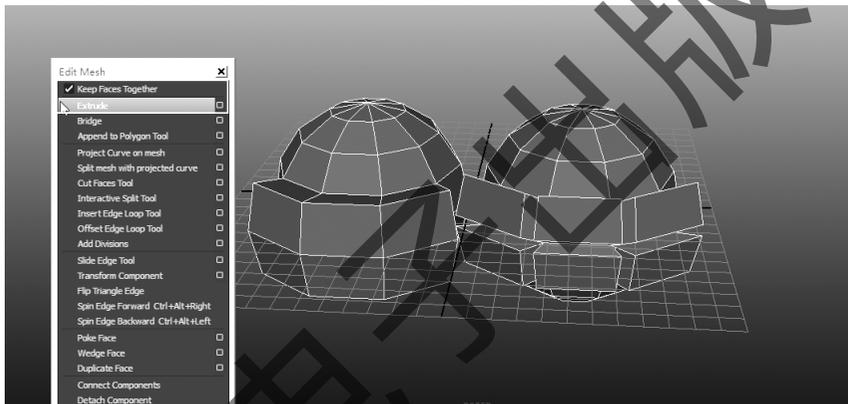

图 4-6 效果对比
Step 7: 共面选项 Keep Faces Together 对于 Extrude 命令而言非常重要, 可以利用其特性制作出不同的效果, 我们来看一下, 这个选项的勾选与否对于模型的影响, 如图 4-6 所示。